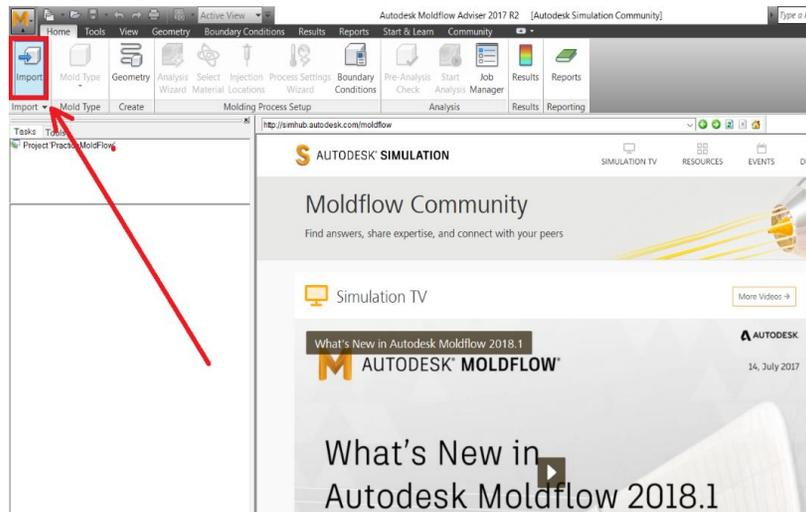

Figura 6.3 Importar pieza.
- En la esquina superior izquierda de la pantalla, seleccionar **Import** (Figura 6.3).